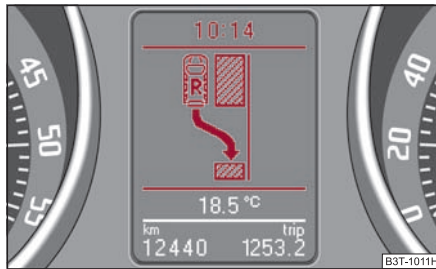

Abb. 144 Informationsdisplay: Parklücke erkannt mit dem Hinweis den Rückwärtsgang einzulegen
- Fahren Sie noch weiter vor, bis die Anzeige ⇒ Seite 129, Abb. 144 erscheint.